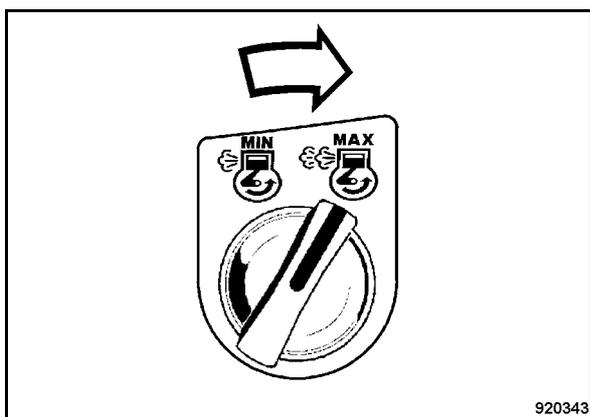

Рис. 136
- Повернуть поворотный выключатель частоты вращения двигателя (Рис. 136) вправо в положение "MAX".